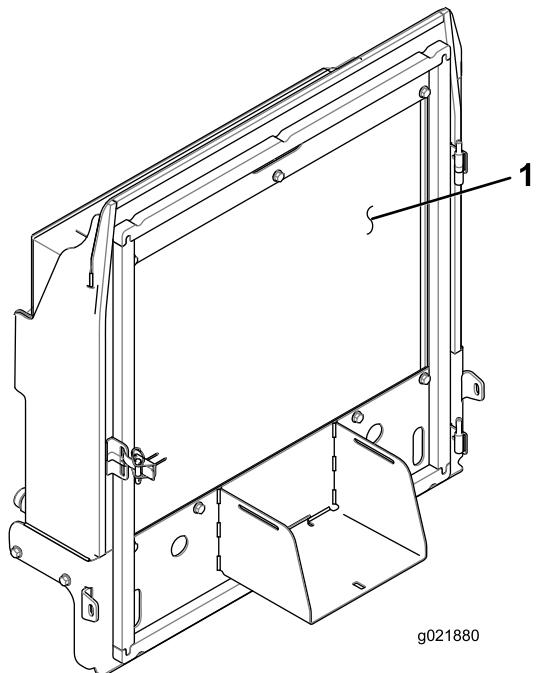

Figura 82
4. Limpe os dois lados do dispositivo de arrefecimento de óleo e o radiador (Figura 82) com ar comprimido.